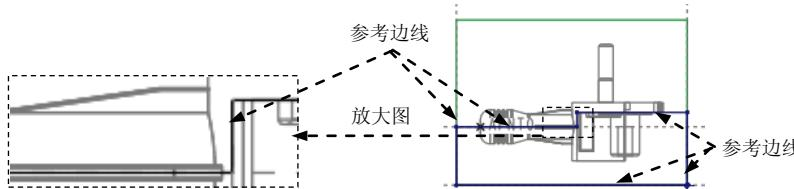

图 10.32 截面草图
(3) 绘制截面草图。进入草绘环境后，选取图 10.32 所示的坯料边线为参考；然后单击 **关闭(C)** 按钮，绘制图 10.32 所示的截面草图，完成截面的绘制后，单击“草绘”操控板中的“确定”按钮 。